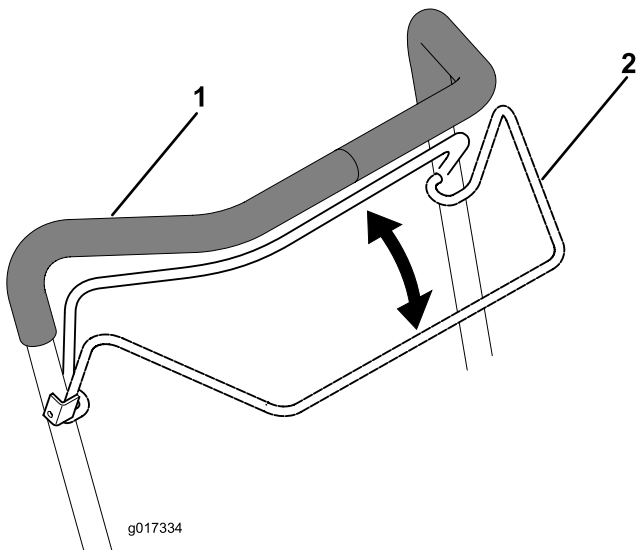

Bild 13
3. Drücken Sie die elektronische Sicherheit gegen den Holm (Bild 13).